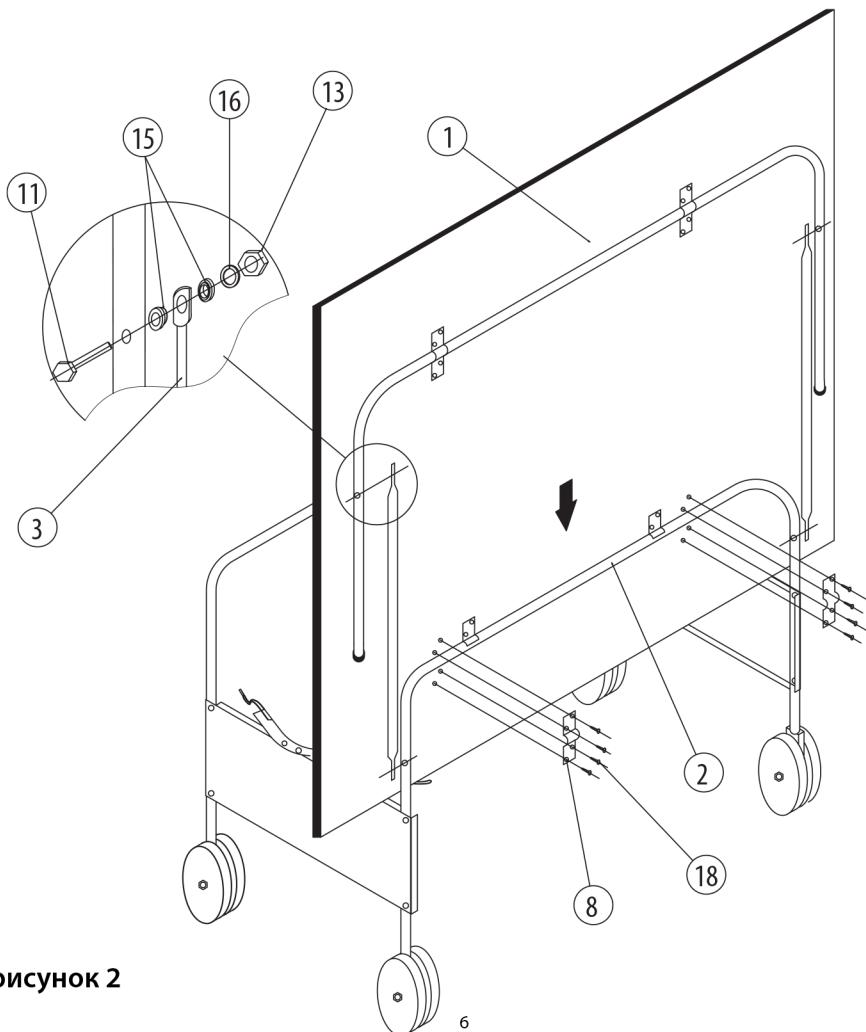

рисунок 2
5.4 Крепление столешниц к тележке (рисунок 2):
- расположив столешницу игровой поверхностью внутрь тележки, поставить ее полу-скобами на горизонтальную перекладину опоры подвижной (2)
- прикрепить столешницу к горизонтальной перекладине опоры подвижной (2) двумя скобами (8) по намеченным отверстиям саморезами (18)
5.6 Прикрепить все тяги (3) одними концами к ножкам опоры неподвижной, другим – к ножкам опоры подвижной (2) (рисунок 2).